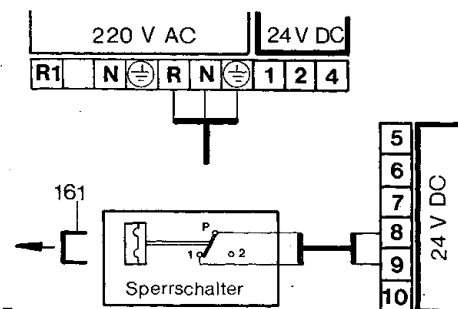

Bild 15
- Anschluß an Klemme 8 und 9 nach Bild 15.